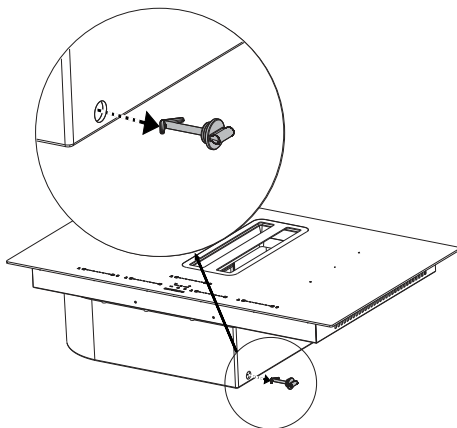

Abb. 71
1. Falls während des Kochens Flüssigkeit überläuft, lassen Sie die Flüssigkeit ab, indem Sie den Ablaufstopfen Abb. 71 entfernen.